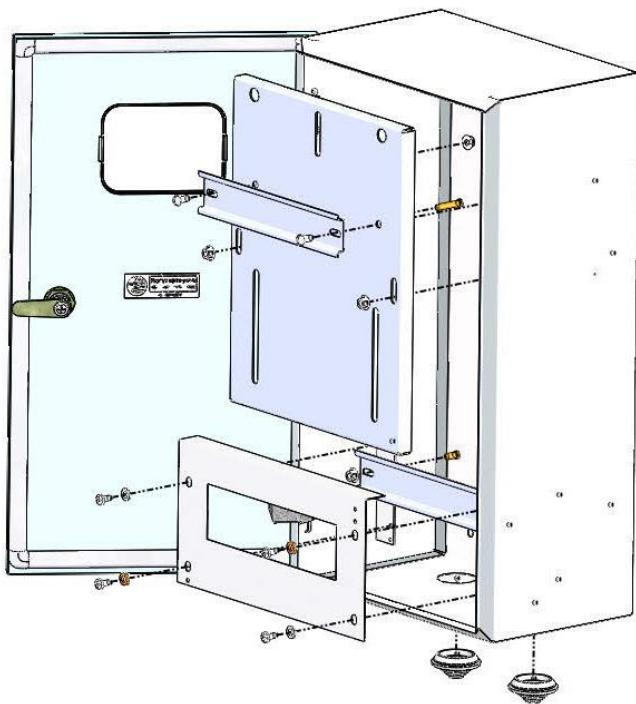

Рис. 2 Схема крепления фальш – панели, дин реек, монтажной панели.
2. Снять фальш - панель, отвернув 4-е винта ST4,2 с шайбами (см. рис. 2);